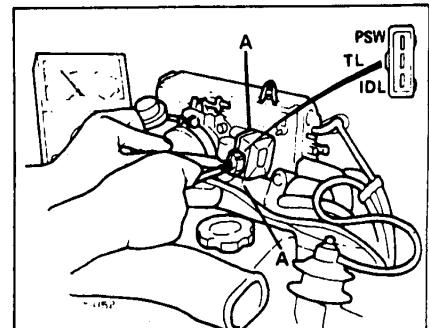
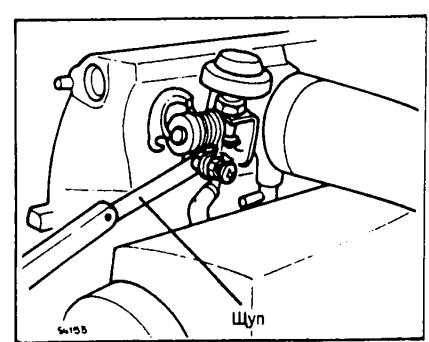

Рис. 4 Проверка датчика положения дросселя
Рис. 5 Регулировка датчика положения дросселя
- Цепь холостого хода: подсоедините омметр к клеммам IDL и TL датчика (рис. 4), установите щуп толщиной 0,5 мм между винтом дросселя и ограничителем хода (рис. 5).
- Ослабьте два винта крепления датчика (рис. 4, A), добейтесь правильных показаний, описанных выше, поворачивая датчик.